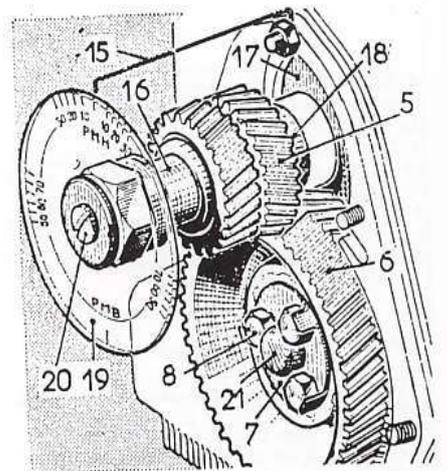

Fig. 29. — Contrôle du calage de la distribution
- Vérifier si la rondelle entretoise (17) (fig. 29) est bien montée sur le vilebrequin.
- Poser la clavette sur l'embout de vilebrequin, puis visser l'outil Wilmonda DAG (16 et 18) (fig. 29), sans le disque gradué (19).
- Poser le pignon de vilebrequin (5) sur l'outil DAG
- Poser le disque gradué, son repère P M H se trouvant dirigé vers le haut (à peu près dans l'axe vertical). Monter un fil de fer (15) soit sur un des goujons du couvre-engrenage, soit sur un des goujons du boîtier de commandes auxiliaires. Couder ce fil de fer, pour faire coïncider sa pointe avec le repère P M H du disque gradué.
- Mettre en place la roue de distribution (6) sur les trois goujons-guides, la touche de couleur vers le haut.
- Retirer le doigt DAT, tourner le vilebrequin dans le sens de marche du moteur et amener le disque à 52° A O E pour le moteur M 8 N et 56° pour les moteurs M 8 S et M 10 S en face de l'index (15) avant le PMB.